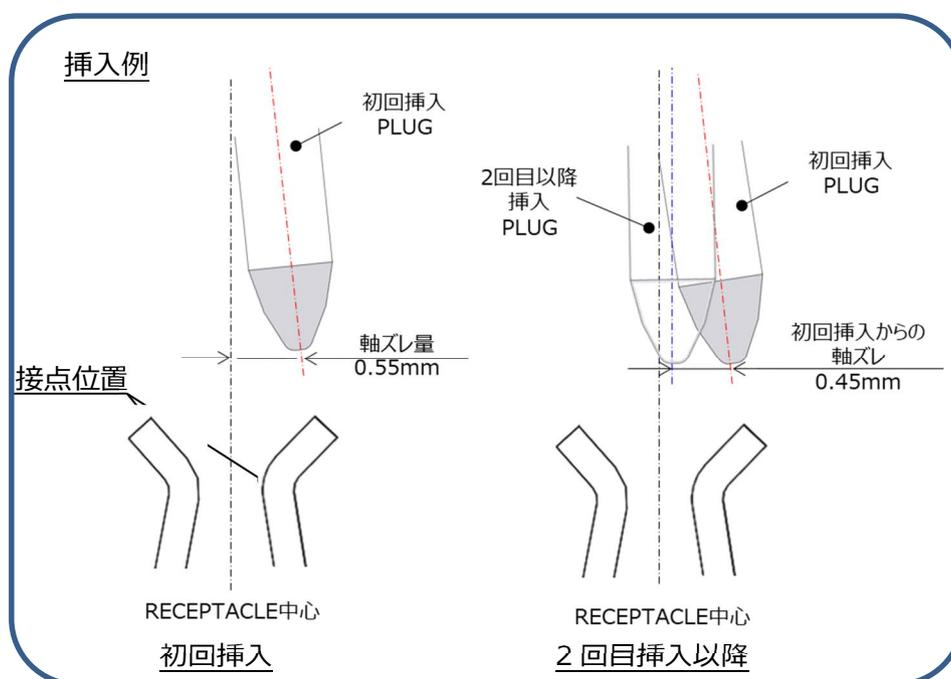

Fig. 7 再挿入時の条件
- 1) 初回挿入時の軸ズレ許容量: 0.55mm の場合、2 回目以降の挿入の軸ズレに関しましては、初回挿入時の軸ズレ量から 0.45mm 以内に納めてください。(Fig.7 再挿入条件参照)。X 方向のズレ許容量は、製造公差を考慮して設定しています。